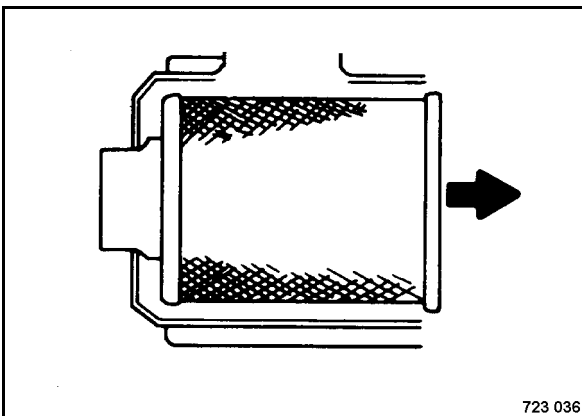

Fig. 141
- Extraer el elemento filtrante principal (Fig. 141) con mucho cuidado de la carcasa.